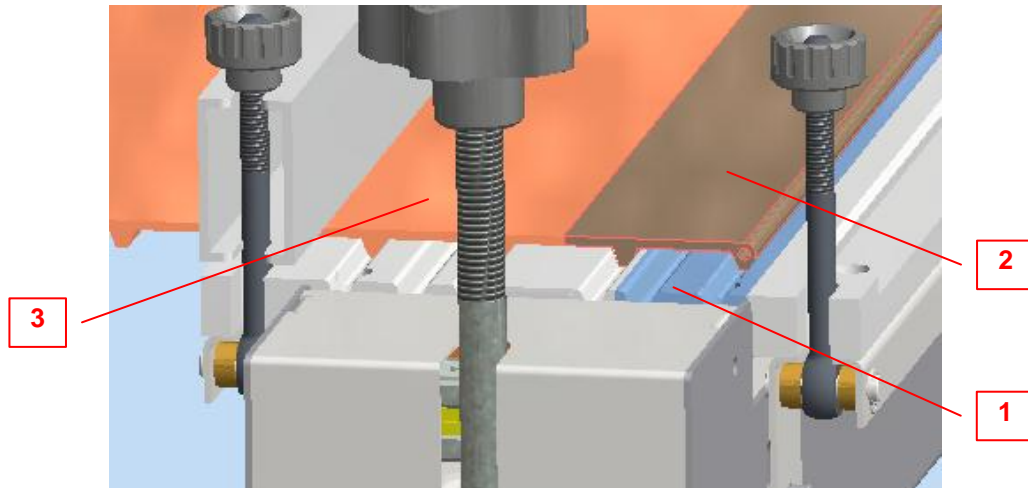

FIGURE 9 -
- b. Positionner la première extrémité de la bande Cleandrive™ sur la plaque de jonction, en mettant les dents dans les logements correspondants (Figure 9 pièce 1). Fixer la bande en position grâce au presseur de blocage, en serrant les deux boutons.
- c. Positionner sur la plaque de jonction la griffe "Laçage Mécanique" (2), en faisant correspondre les dents avec les logements présents sur la plaque de jonction. Aligner le bord extérieur avec celui de la bande.
- d. Contrôler que les deux têtes de la bande correspondent parfaitement (Figure 9). Serrer les boutons de fermeture de la barre de blocage.